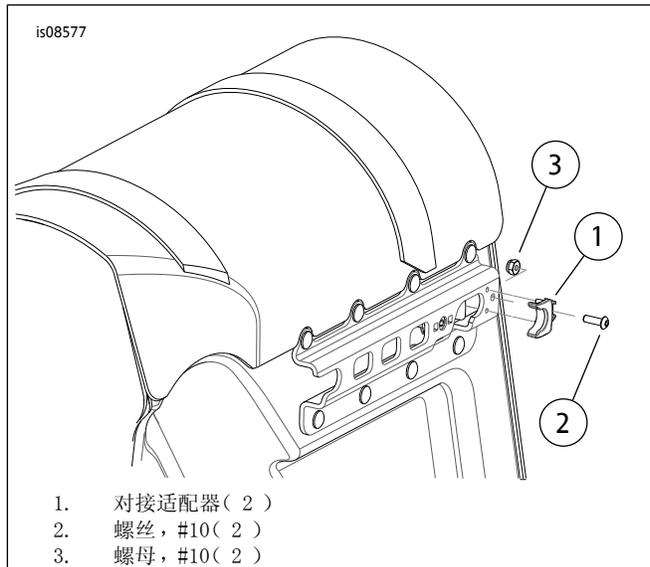

图4。安装后对接适配器
3. 参见图4。将后对接适配器（1）插入边箱支架后部的孔中并固定到位。